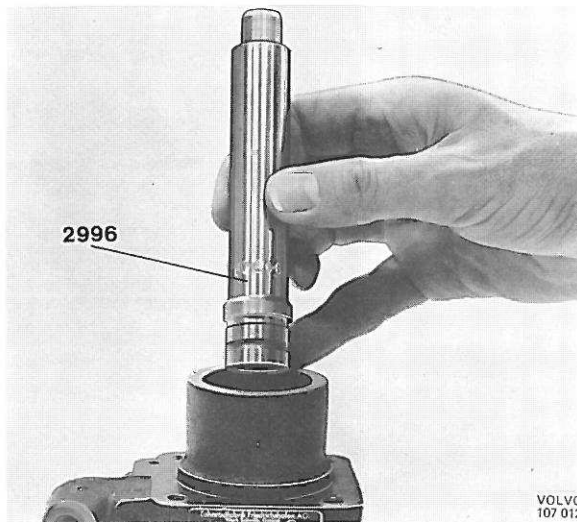

Figure 128. Montage du roulement à aiguilles.
1. Monter le roulement à aiguilles (9, figure 125) dans le corps de pompe en se servant du mandrin 2996, figure 128. Le roulement doit être enfoncé jusqu'à ce que l'outil arrive à fond, c'est-à-dire que le bord extérieur du roulement se trouve de 37,0 à 37,2 mm du bord extérieur du corps de pompe.
2. Mettre de la graisse universelle entre les lèvres de la bague d'étanchéité (8) et monter cette bague avec le mandrin 2997.
3. Poser le joint torique (12) en place dans la gorge située le plus à l'intérieur du corps de pompe.
4. Si le roulement (6) a été démonté, le remonter sur l'arbre de pompe. Mettre le jonc de verrouillage (7) dans la gorge correspondante.
5. Monter l'arbre et les roulements. Poser le jonc de verrouillage (5) dans la gorge correspondante.
6. Poser le joint torique (13) dans la gorge sur la plaque (14). Remonter la plaque.